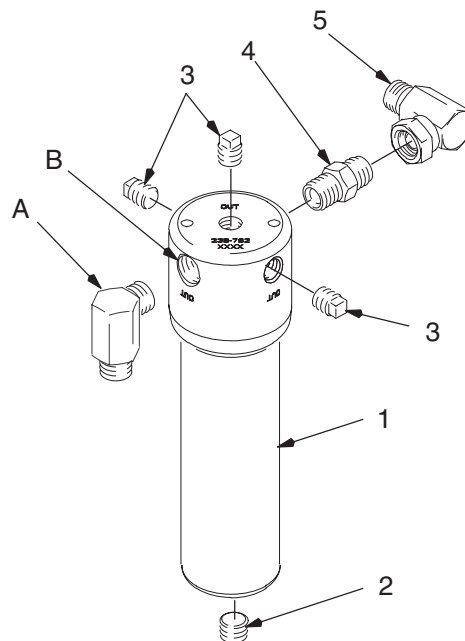

Abb. 1
1. Den Bogen (A) von der Materialauslassöffnung der Pumpe abnehmen. Dann in die Filter-Auslassöffnung (B) einbauen. Siehe Abb. 1.
2. Den Filterbogen (5) in die Pumpen-Auslassöffnung schrauben, um die Filtergruppe an der Pumpe zu montieren.